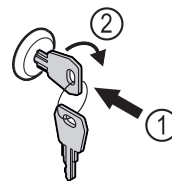

Fig. 172 Representación a modo de ejemplo
- ▶ Introducir la llave Fig. 172 (1).
- ▶ Girar la llave 90° en sentido horario Fig. 172 (2).